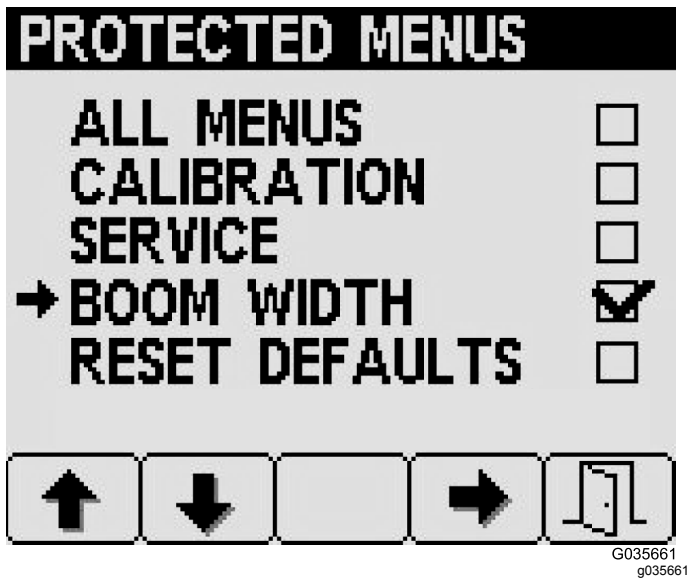

図 30
3. ボタン 4 を押してその設定を選択または選択解除する 図 30。